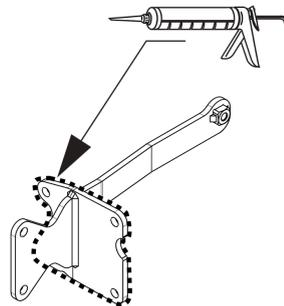

Fig. 4
8. Герметизировать обозначенные части (см. рис. 4)